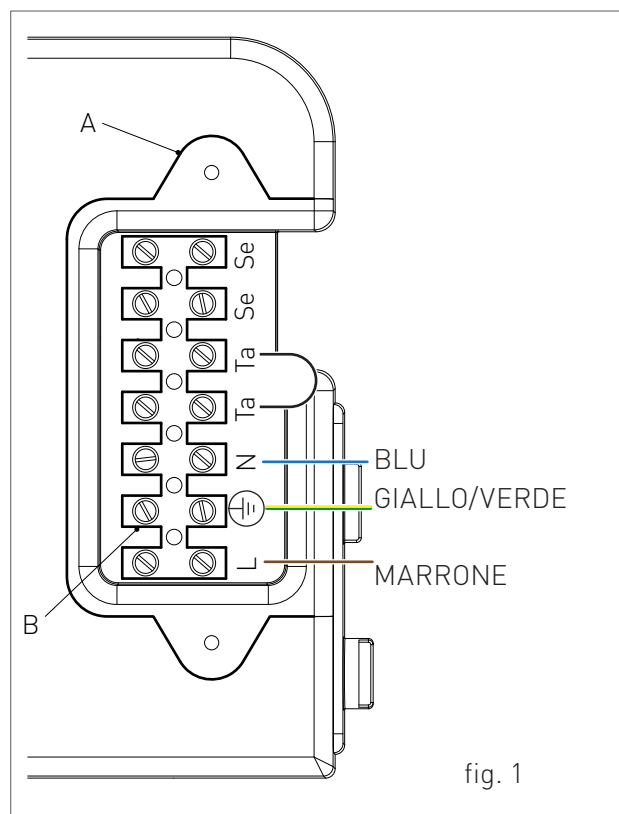

fig. 1
- › svitare le due viti e rimuovere il piastrino "A" (vedi fig. 1).
- › una volta rimosso il piastrino effettuare i seguenti collegamenti sulla morsettiera "B" (vedi fig. 1):